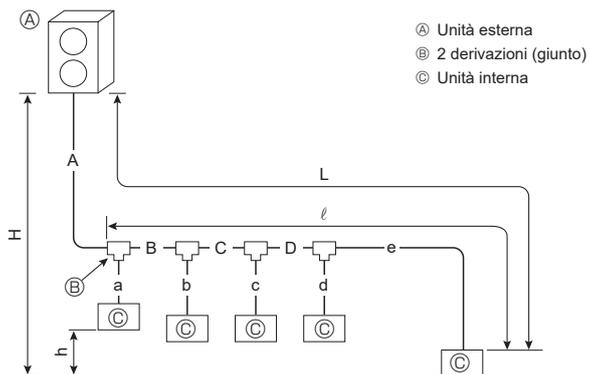

Fig. 4-3 (a)
4.3.1. Collegamento senza scatola di derivazione (Fig. 4-3)